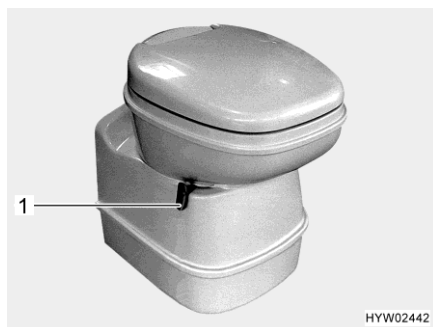
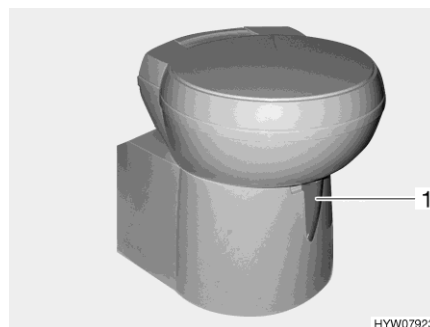

Fig. 295 Cuvette Thetford, orientable
Fig. 296 Cuvette Thetford, orientable (alternative)
- Avant d'actionner la chasse d'eau, ouvrir le curseur des toilettes Thetford. Pousser pour cela le levier du curseur (Fig. 295,1 ou Fig. 296,1) dans le sens inverse des aiguilles d'une montre.